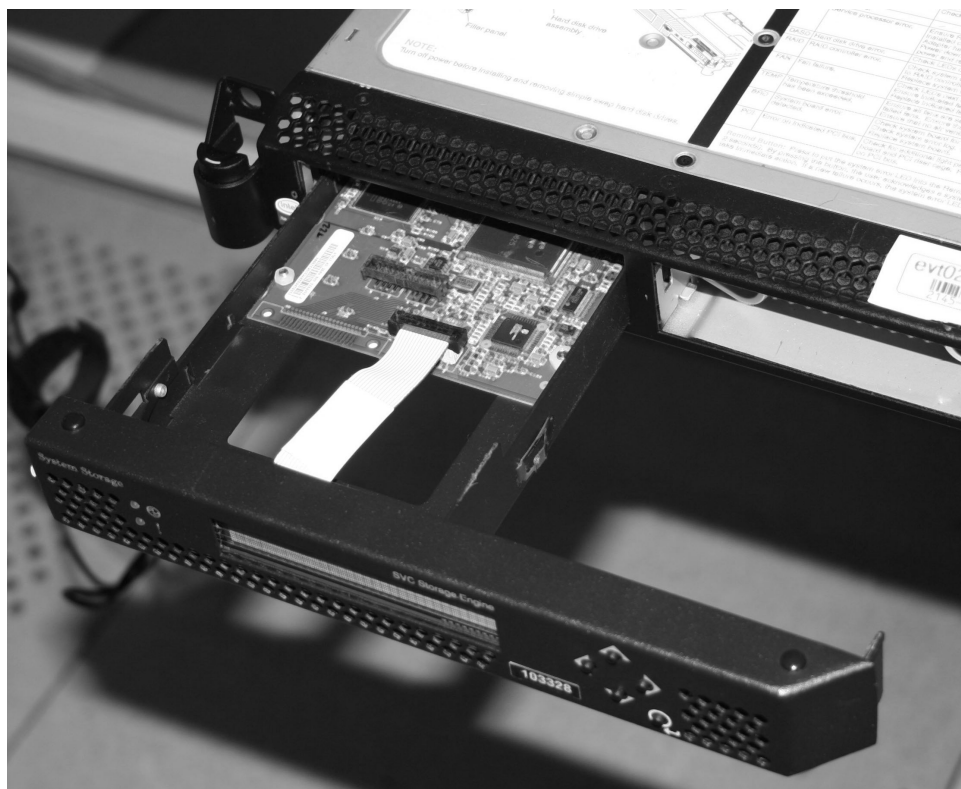

図 62. SAN ボリューム・コントローラー 2145-8G4 からのサービス・コントローラーの取り外し
6. このリリース・ボタンを押すのを止めて、図 62に示すように、サービス・コントローラーを完全にフレームから引き出すことができます。